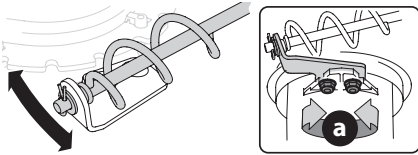

Figure 50
1. Desserrez les deux écrous (a) qui fixent le support de la goulotte, puis ajustez le support. Voir Figure 50.